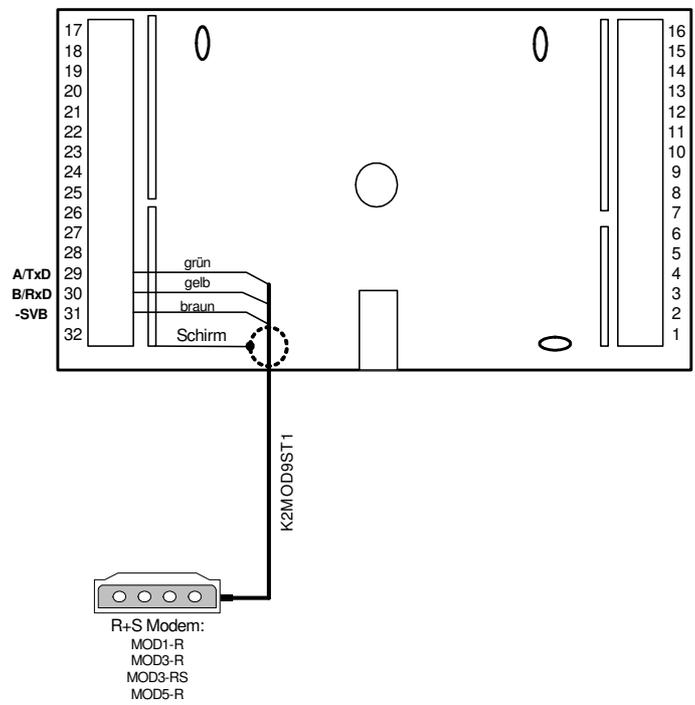
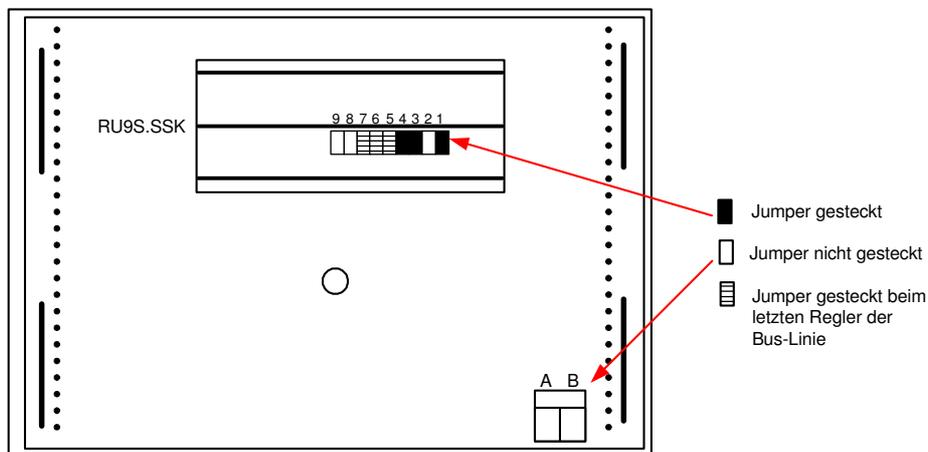

Abb. 24: Anschluss eines Modems
Abb. 28: Jumperpositionen für BUS- Kommunikation
- Die Kurzschlussstecker "A" und "B" an der Gehäuserückseite dürfen nicht gesteckt sein (siehe Abb. 28).
Ist die Schnittstelle RU9S.SSK gesteckt und auf RS-485- Kommunikation eingestellt (siehe Abb. 28), so kann der Regler in ein Bussystem integriert werden. Die Busleitung darf eine Gesamtlänge von maximal 1200 m nicht überschreiten. Der Schnittstellenumsetzer (SSU oder SSU1) lässt einen Busaufbau mit maximal 127 DDC - Geräte zu. Die Leitwarte kann direkt an der SSU oder über ein Regin Modem verbunden werden. Beträgt die Leitungslänge zwischen zwei Reglern mehr als 100 m wird eine Busstromversorgung 12V DC benötigt.
Die Busverdrahtung eines oder mehrerer RU 9X.5 innerhalb des Schaltschrankes erfolgt gemäß Abb. 24. Die Kurzschlussstecker (Jumper) an der Gehäuserückseite müssen, wie in Abb. 28 dargestellt, gesteckt sein.